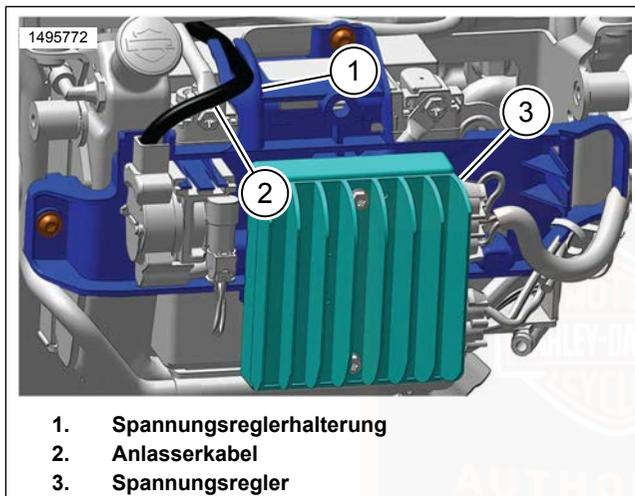

Abbildung 61. Negative Kabelhalterung
- a. Siehe Abbildung 61. Das Anlasserkabel (2) in der Halterung (1) verlegen.